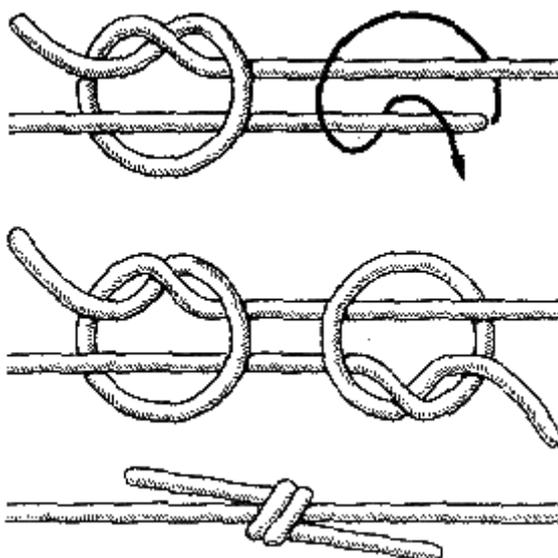

Рис. 33. Рыбацкий узел
**Рыбацкий узел** (рис. 33). В России этот узел издавна имел три названия – лесовой, рыбацкий и английский. В Англии его называют английским, в Америке – речным или водническим узлом.